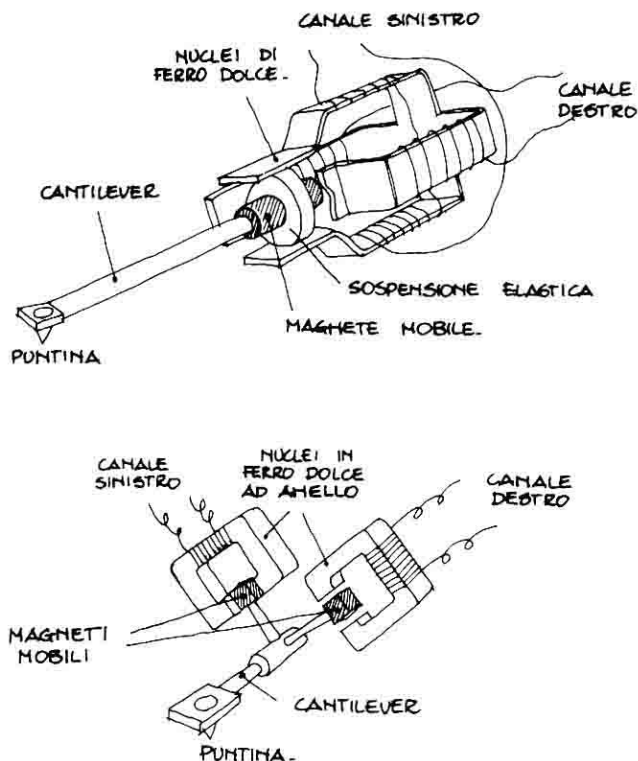

Fig. 17 - Costituzione del pick-up «magnetodinamico».
7) **Pick-up «magnetodinamico», od «a magnete mobile»** (fig. 17). È senz'altro il tipo più diffuso di fonorivelatore per alta fedeltà. In questo tipo di testina, l'asta della puntina è collegata ad uno o due magneti permanenti (generalmente in ferrocube-B, materiale, questo, che consente la realizzazione di magneti di dimensioni e peso estremamente ridotti. Le due bobine «captatrici» sono avvolte su nuclei in ferro dolce, fissi, le cui espansioni polari captano le variazioni del flusso magnetico dovute allo spostamento dei magneti permanenti fissati all'asta della puntina.